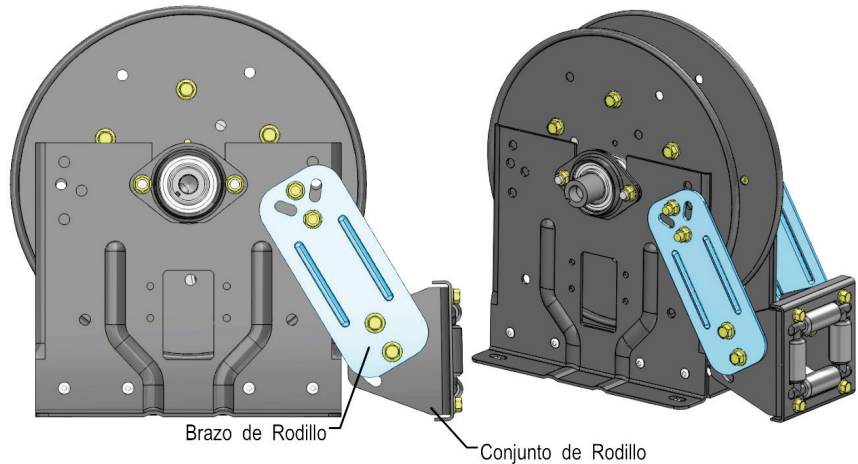

Figura 15 – Carrete con rodillos en la posición “SR”
2. Quite el resorte según la ficha técnica Hannay TSB 2013.06.003. El carrete debe parecerse a la Figura 15
3. Quite el resorte según Hannay TSB 2013.06.003 Cambiar un motor con resorte de Hannay, esto se puede encontrar en www.hannay.com. El carrete debe verse como la Figura 15.